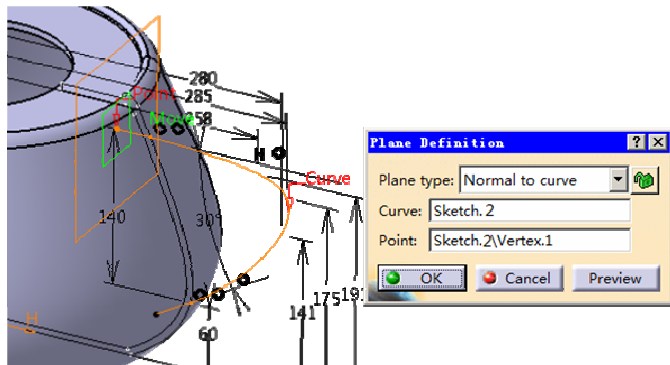

图 3-187
- >>> 步骤04 单击“建立平面”图标 , 在弹出的 Plane Definition 对话框的 Plane type 下拉列表中选择 Normal to curve 选项，在 Curve 文本框中输入 Sketch.2，在 Point 文本框中输入 Sketch.2 上面的端点，如图 3-187 所示。